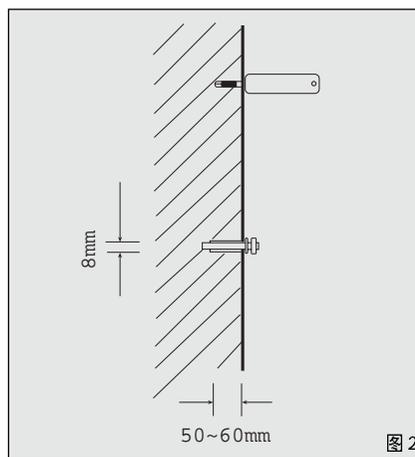

图 2
2. 在打孔处安装 $\varnothing 8$ 的膨胀螺栓，紧固膨胀螺栓螺母，使膨胀螺栓拉紧（图 2）。